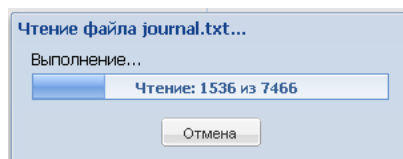

Рис. 7.3. Окно Чтение файла
2. После выполнения запроса в окне уведомления *Файловая система считана успешно* нажмите кнопку *ОК*. Дважды щелкните левой кнопкой мыши по папке Корневая директория, чтобы развернуть ее, и дважды щелкните левой кнопкой мыши по файлу *journal.txt* (или *archive.txt*), чтобы открыть его. В открывшемся окне *Чтение файла* будет отображаться процесс считывания с указанием общего размера файла и объема уже переданных данных в битах (рис. 7.3).